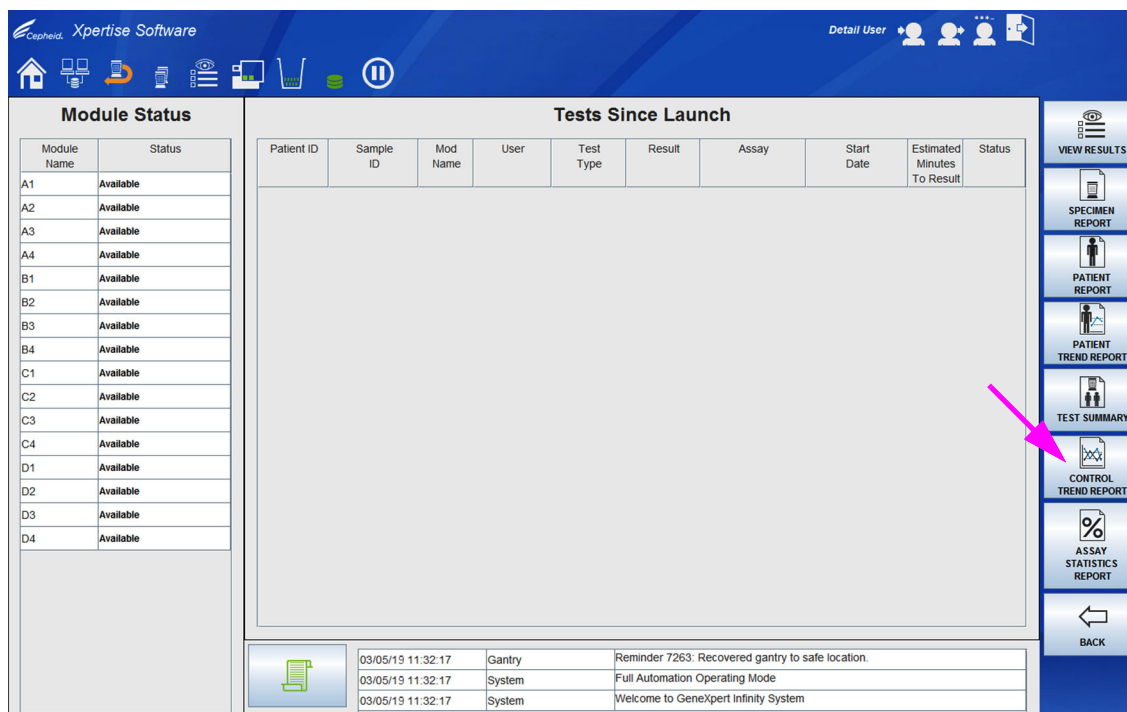
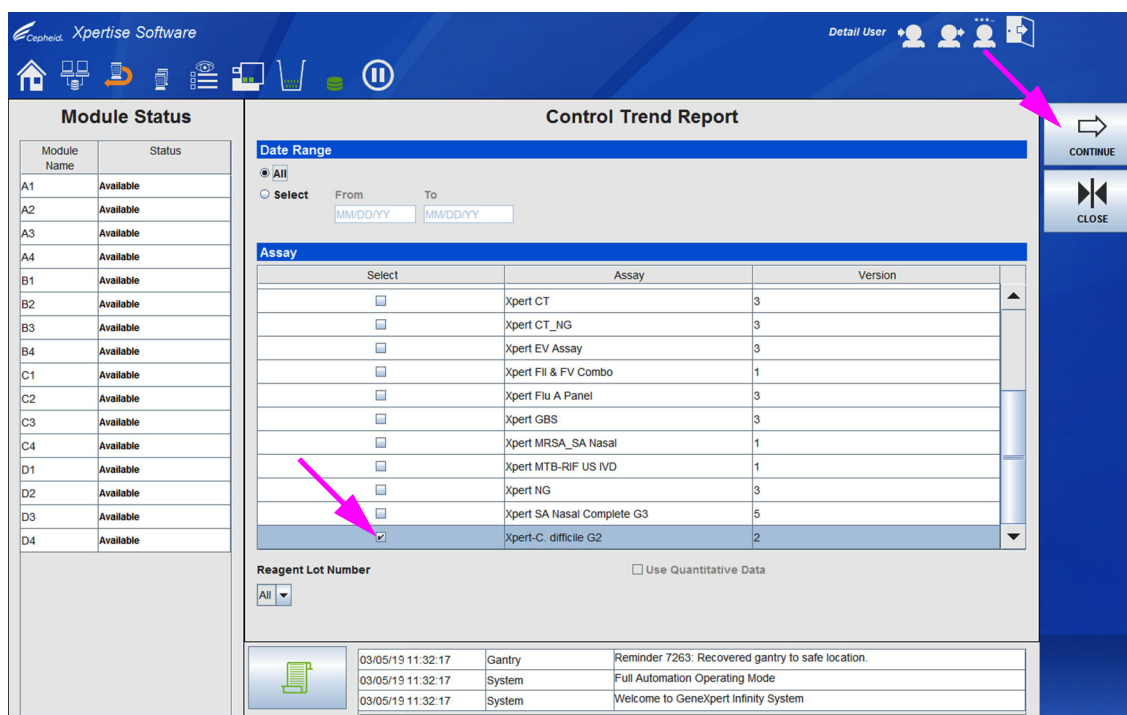
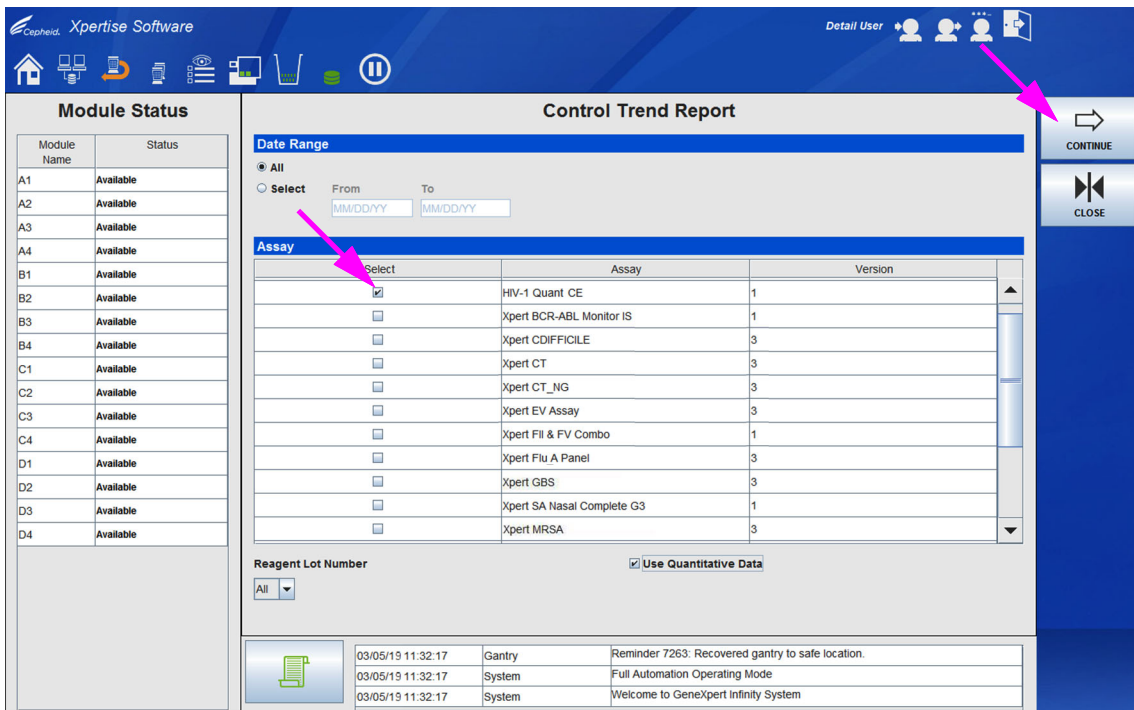

图 6-2. 结果菜单
图 6-3. 显示选择了定性检测法的质控趋势报告 (Control Trend Report) 工作区
图 6-5. 显示选择了定量检测法的质控趋势报告 (Control Trend Report) 工作区
显示结果菜单。请参见图 6-2。
2. 按**质控趋势报告 (CONTROL TREND REPORT)** 按钮 (请参见图 6-2)。显示质控趋势报告 (Control Trend Report) 工作区。对于定性检测法选择, 请参见图 6-3; 对于定量检测法选择, 请参见图 6-5。
4. 选择一种检测法以生成质控趋势报告。对于定性检测法选择, 请参见图 6-3; 对于定量检测法选择, 请参见图 6-5。
5. 如果适用, 选择**使用定量数据 (Use Quantitative Data)** 复选框。如果选择的检测法是定性检测法, 则**使用定量数据 (Use Quantitative Data)** 复选框将呈灰色 (请参见图 6-3)。如果选择的检测法是定量检测法, 则**使用定量数据 (Use Quantitative Data)** 复选框可用 (请参见图 6-5)。勾选**使用定量数据 (Use Quantitative Data)** 复选框以使用定量数据生成质控趋势报告。